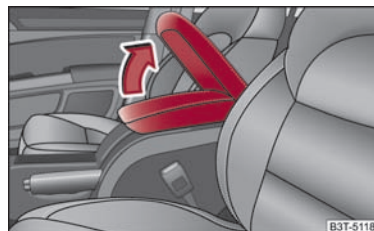

Abb. 113 Armlehne: Ablagefach
- Öffnen Sie den Deckel der Armlehne in Pfeilrichtung ⇒ Abb. 113.